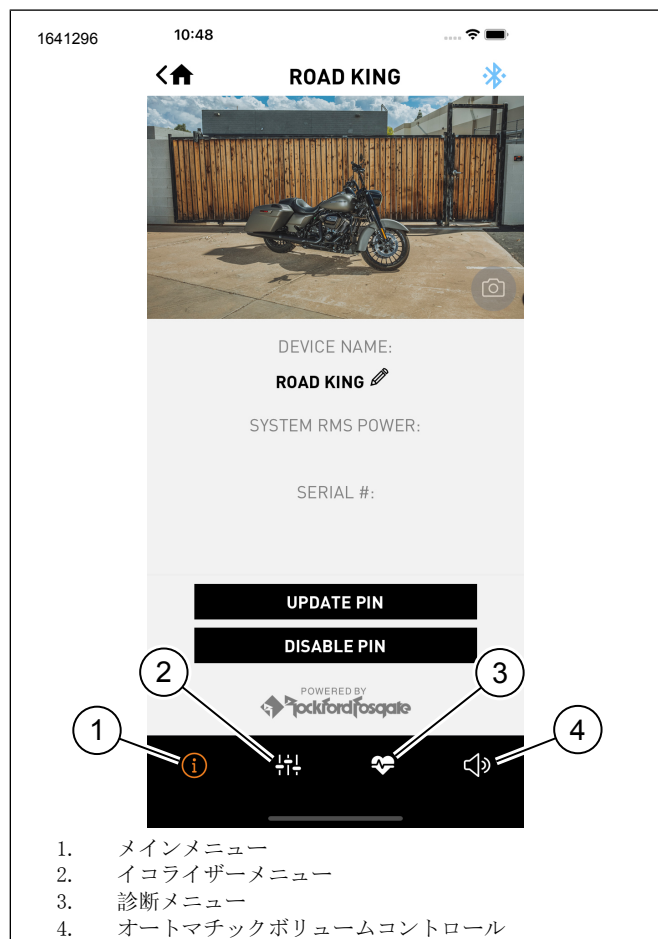

図18。メニューバー
5. 図18以下のメニューバーアイコンを押します：
- a. 図18 メインメニュー(1)アイコンを押すと、アップデートの詳細を表示します。